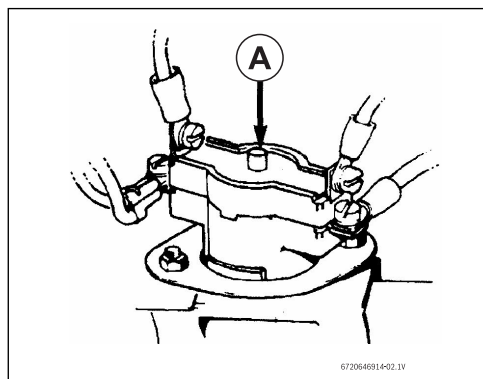

Fig. 2
- Le protecteur ne disjoncte qu'en cas de circonstances exceptionnelles (Fig. 2 ). Si cela se produit fréquemment, veuillez contacter votre technicien de service ou Bosch Thermotechnology Corp.